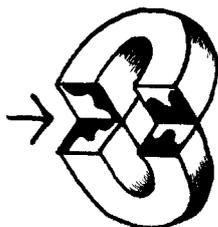

рис.1
1. При ремонте "витых" трансформаторов, например, ТС-180 следует уделить внимание сборке сердечника. Торцы его половинок склеивают специальным клеем, пятна которого при разрыве остаются на шлифованной поверхности железа (рис.1). Соединять сердечник следует так, как он был соединен до ремонта. В противном случае трансформатор будет гудеть, греться, и быстрее выйдет из строя.